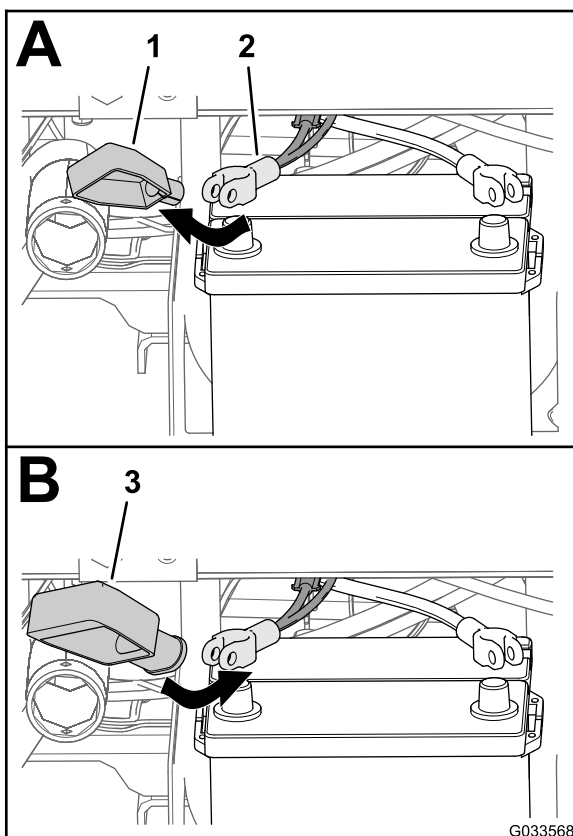

Figura 26
2. Retire a tampa (estreita) do cabo positivo da bateria (Figura 26).
3. Instale a tampa larga da bateria sobre o cabo positivo da bateria como se mostra na Figura 26.